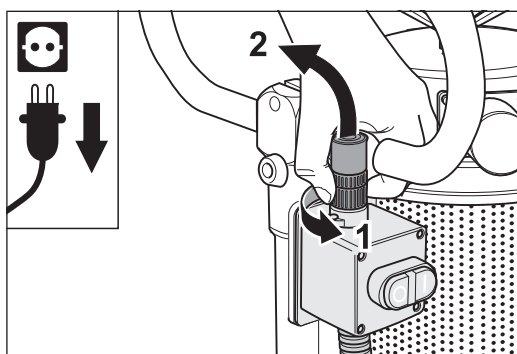

Abb. 91 Am Ein-/Aus-Schalter den Gewinding des Kabelsteckers **gegen den Uhrzeigersinn** schrauben (1) und den Kabelstecker nach oben abziehen (2).
- 4 Schrauben Sie am Ein-/Aus-Schalter den Gewinding des Kabelsteckers **gegen den Uhrzeigersinn** (Abb. 91, 1). Ziehen Sie den Kabelstecker nach oben ab (Abb. 91, 2).